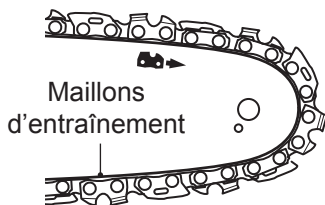

Fig. 13
- > Testez la tension de la chaîne [6] en soulevant la chaîne d'une main sans tenir l'appareil avec l'autre main. La chaîne est suffisamment tendue quand elle peut être décollée de 2 - 4 mm au niveau du milieu du guide-chaîne [7] (Fig. 13, 14).